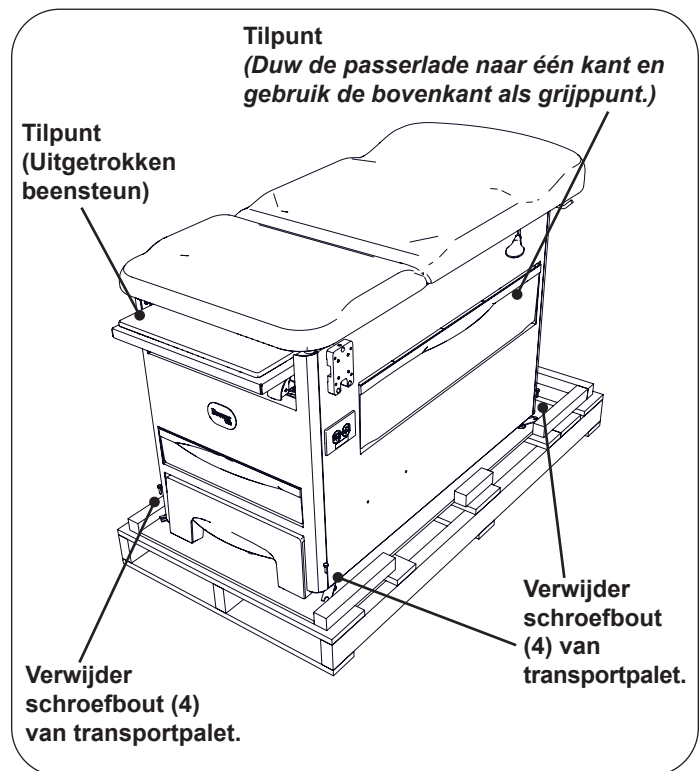

Figure 3. Tilpunten tafel
2. Schroef de tafel los van het transportpalet door de vier bouten van het palet los te maken met een inbussleutel van 1/2" en verwijder de transportbeugel. Zie afbeelding 3.
4. Haal de tafel van het transportpalet door deze aan de juiste tilpunten op te tillen, zoals aangegeven in afbeelding 3. Voor het optillen van de tafel zijn twee mensen nodig. De beensteun kan voor het tillen worden gebruikt.
- Til om beschadiging te voorkomen de tafel alleen op aan de punten die in afbeelding 3 staan aangegeven.